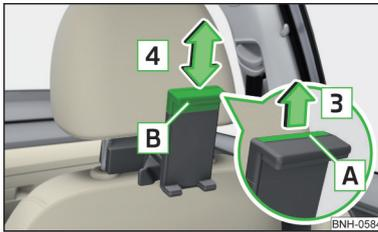

Fig. 99
► Para **ajustar el tamaño del soporte** tirar el cinturón de seguridad **A** en el sentido de la flecha **3** y desplazar la parte **B** en el sentido de la flecha **4** en la posición deseada » fig. 99.